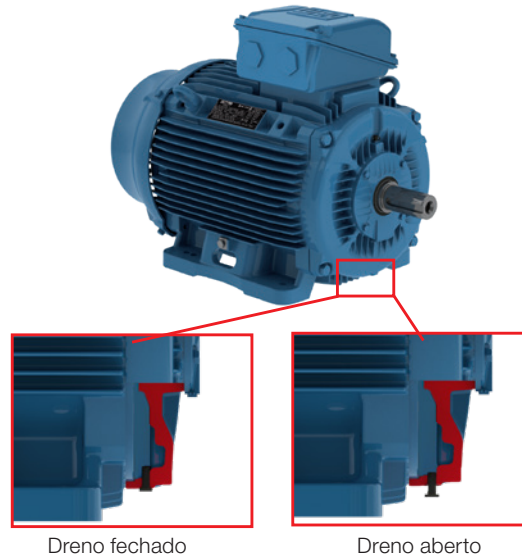

Figura 31 - Detalhe do dreno de borracha montado na posição fechada e aberto.
- Resistência de isolamento: deve estar dentro dos valores aceitáveis (ver item 5.4).
- Mancais: Caso o motor seja instalado e não entre em operação imediatamente, proceder com as orientações do item 5.3.
- Ventilação: as aletas, a entrada e a saída de ar devem estar limpas e desobstruídas. A distância de instalação recomendada entre as entradas de ar do motor e a parede não deve ser inferior a ¼ (um quarto) do diâmetro da entrada de ar. Deve-se assegurar espaço suficiente para realização de serviços de limpeza (ver item 7).
6. Acoplamento: remover o dispositivo de travamento do eixo (caso exista) e a graxa de proteção contra corrosão da ponta do eixo, incluindo a região da escova de aterramento, e do flange somente pouco antes de instalar o motor (ver item 6.4).
7. Dreno: devem sempre estar posicionados de forma que a drenagem seja facilitada (no ponto mais baixo do motor. Caso exista uma seta indicativa no corpo do dreno, o dreno deve ser montado para que a seta aponte para baixo). Motores com bujões de dreno de borracha, drenos roscados e demais drenos do tipo abre/fecha saem de fábrica na posição fechada e devem ser abertos periodicamente para permitir a saída da água condensada. Para ambientes com elevada condensação de água e motores com grau de proteção IP55, os drenos podem ser montados na posição aberta (ver Figura 31). Para motores com grau de proteção IP56, IP65 ou IP66, os drenos devem permanecer na posição fechada (ver Figura 31), sendo abertos apenas durante a manutenção do motor. Motores com lubrificação do tipo *Oil Mist* devem ter seus drenos conectados a um sistema de coleta específico (ver Figura 43).